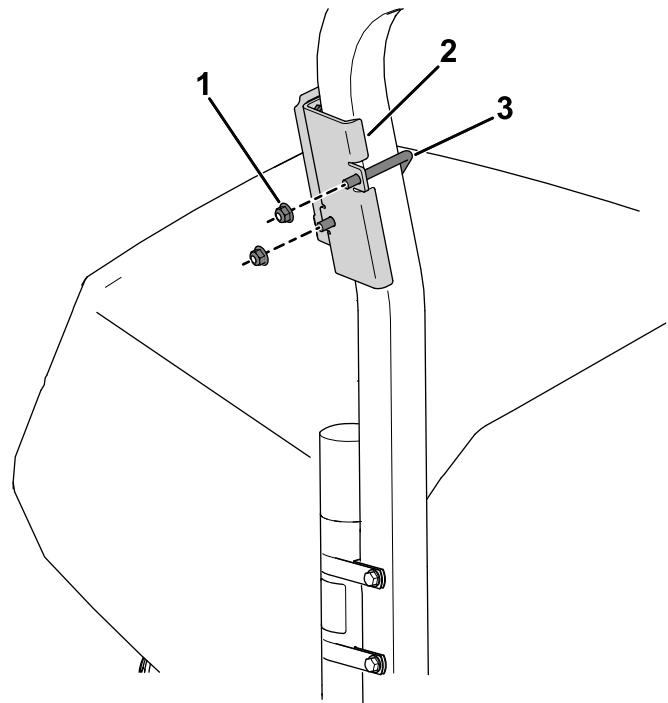

図 7
2. Uボルトとフランジナット ($\frac{3}{8}$ ") 2個を使って、デバイスブラケットをロールバーのマニュアルチューブの上の領域に固定する(図 7)。